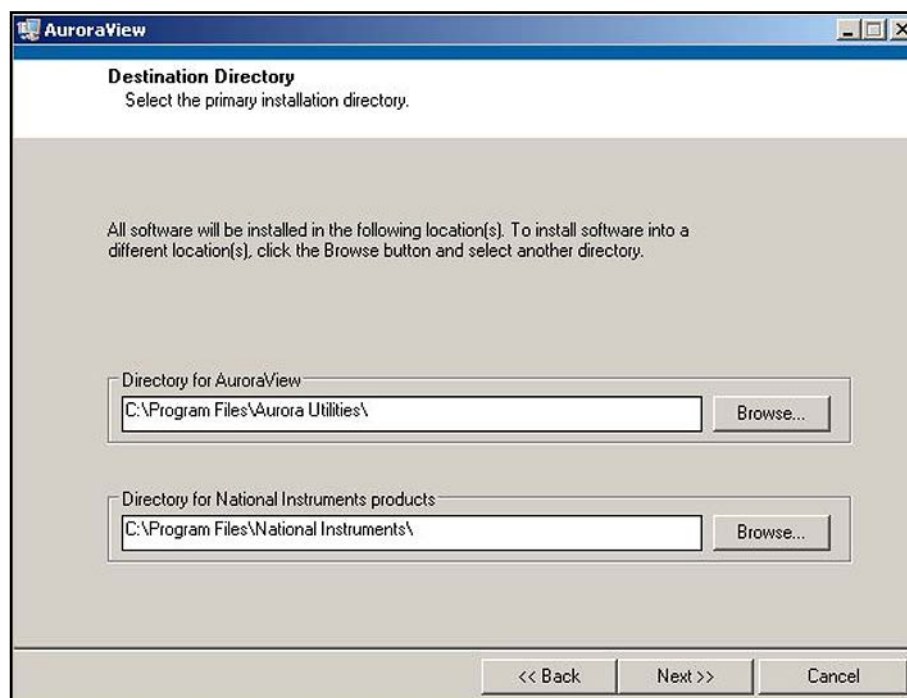

図 54: インストール先ディレクトリ
5. 次の画面（以下の図 54 を参照）では、必要に応じてインストール先を変更できます。準備ができれば **Next（次へ）** をクリックします。